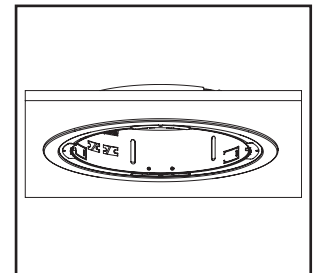

Figura 28.
4. Alinee los receptores del muelle de torsión con los pilotes del alojamiento (si estuvieran colocados) y asegúrese de que los muelles de montaje no toquen ninguna parte del alojamiento para que, de esta forma, las patas de montaje o el anillo de banda adaptadora (si estuviera incluido) queden a ras del techo. Puede ser necesario girar la unidad del anillo adaptador para evitar su obstaculización (Figura 28.).